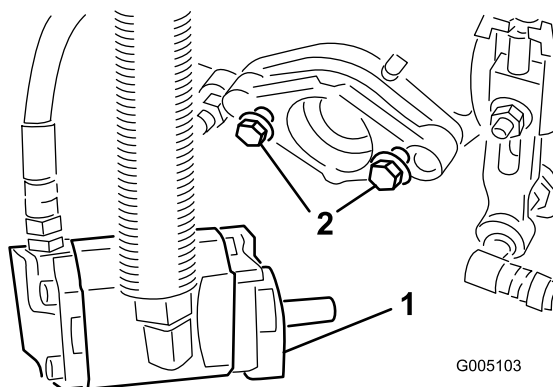

Figura 11
7. Monte os parafusos de montagem (incluídos na unidade de corte) para o motor do cilindro a cada unidade de corte. Deixe uma folga de aproximadamente 13 mm em cada perno de montagem (Figura 11).
11. Aperte as porcas de montagem (Figura 11).